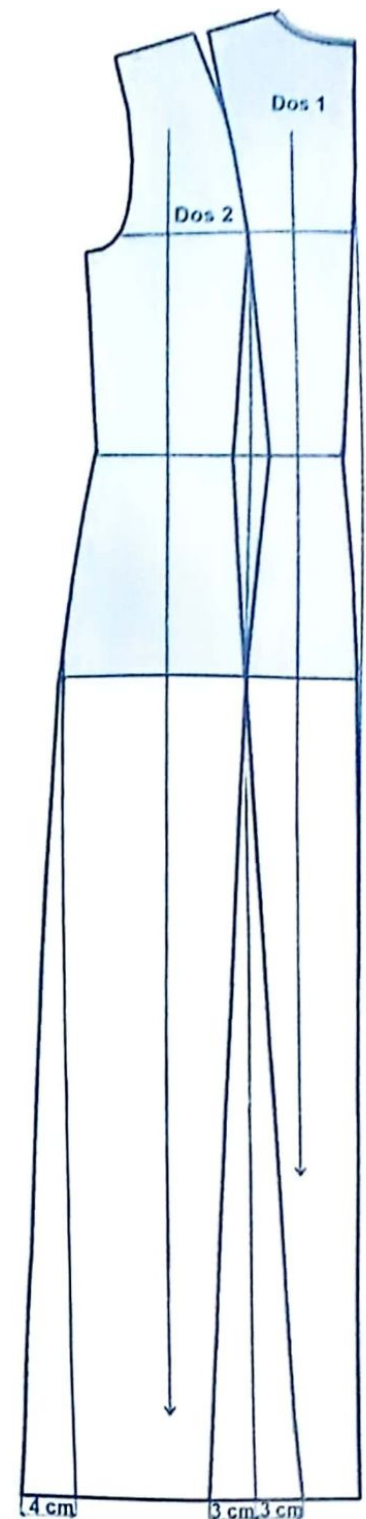

FIG. 3
## DOS (fig.3 et 5)
- Tracez la découpe bretelle dos à partir de la pince d'omoplate et prolongez-la au milieu de la pince taille dos en légère courbe comme indiqué sur le schéma (fig.3).